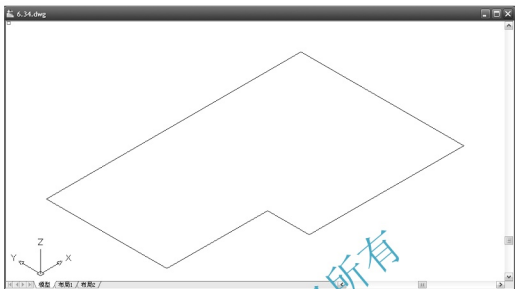

图 6.34 调整视图
(2) 选择菜单栏中的【视图】|【三维视图】|【西南等轴测】命令, 将视图调整为轴测视图状态, 结果如图 6.34 所示。
(3) 选择菜单栏中的【绘图】|【建模】|【拉伸】命令。
① 在“选择要拉伸的对象:”提示下, 选择图 6.34 中多段线变成的面域, 按 Enter 键。